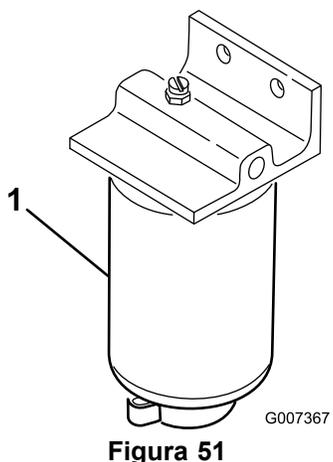

Figura 51
Spurgate ogni giorno l'acqua e altre sostanze contaminanti dal separatore di condensa (Figura 51). Sostituite la scatola del filtro ogni 400 ore di servizio.
2. Allentate il tappo di spurgo situato nella parte inferiore della scatola del filtro (Figura 51).